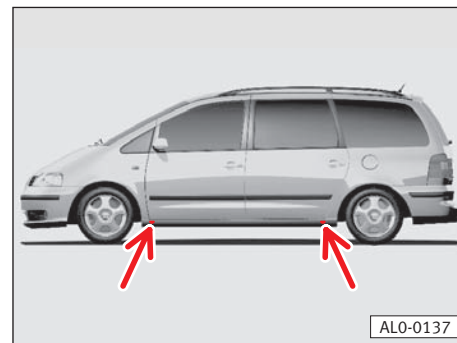

Fig. 177
- Los rebajes del larguero inferior, delante y detrás, indican los puntos en que deberá aplicarse el gato (véanse las flechas de la figura), de forma que la garra del gato del vehículo, abarque el nervio vertical del larguero inferior ⇒ fig. 177.